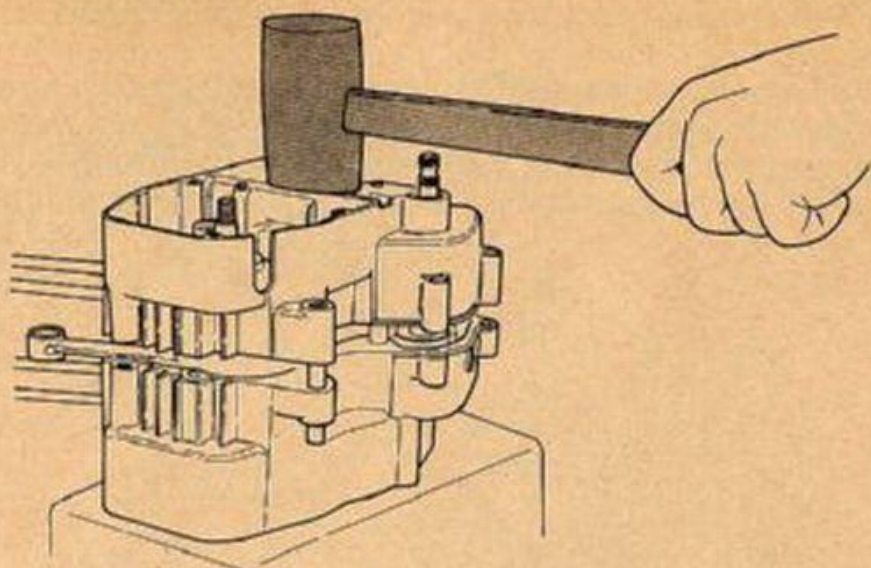

FIG. 43 Chiusura motore
- 7) **MONTARE** una nuova guarnizione centrale, oliare tutti gli alberi, sovrapporre il semicarter lato volano e battere non violentemente con un martello di legno-cuoio o plastica in modo uniforme sino alla completa unione (fig. 43).